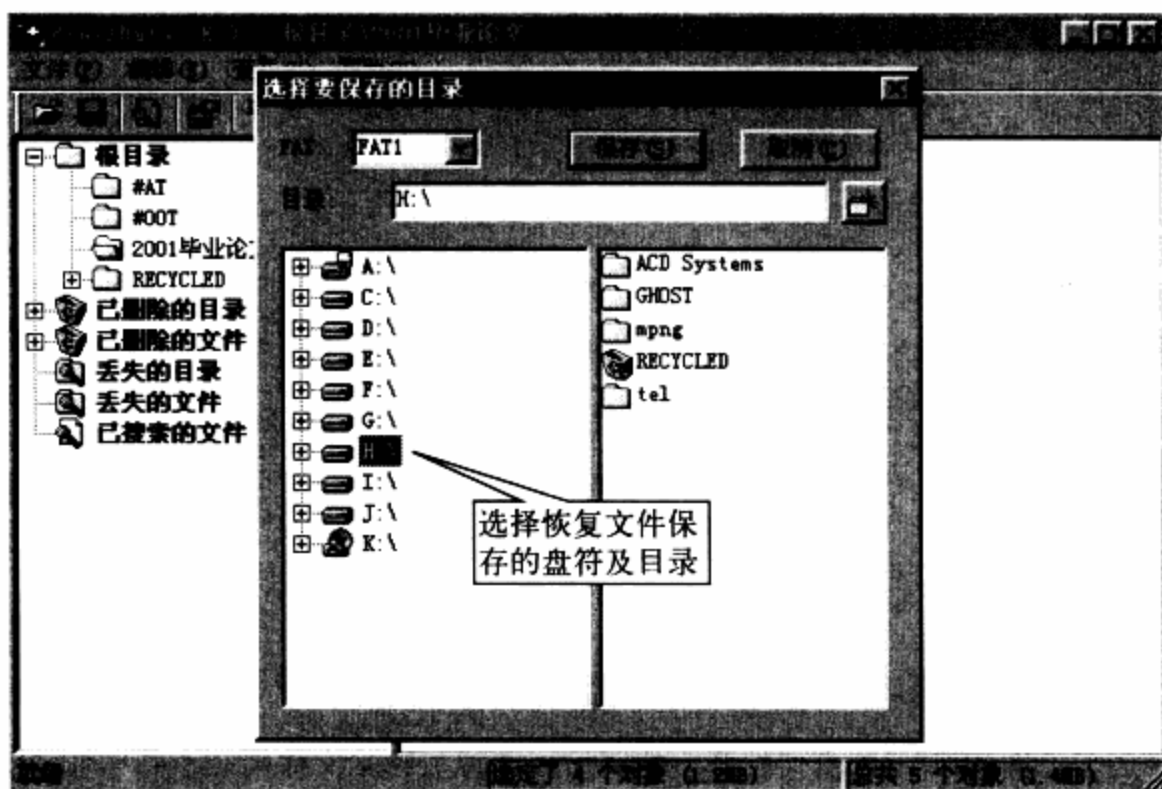

图13-46 选择恢复文件保存的盘符及目录框图
**步骤 05** 选择一个恢复文件的盘符及目录，如图13-46所示。